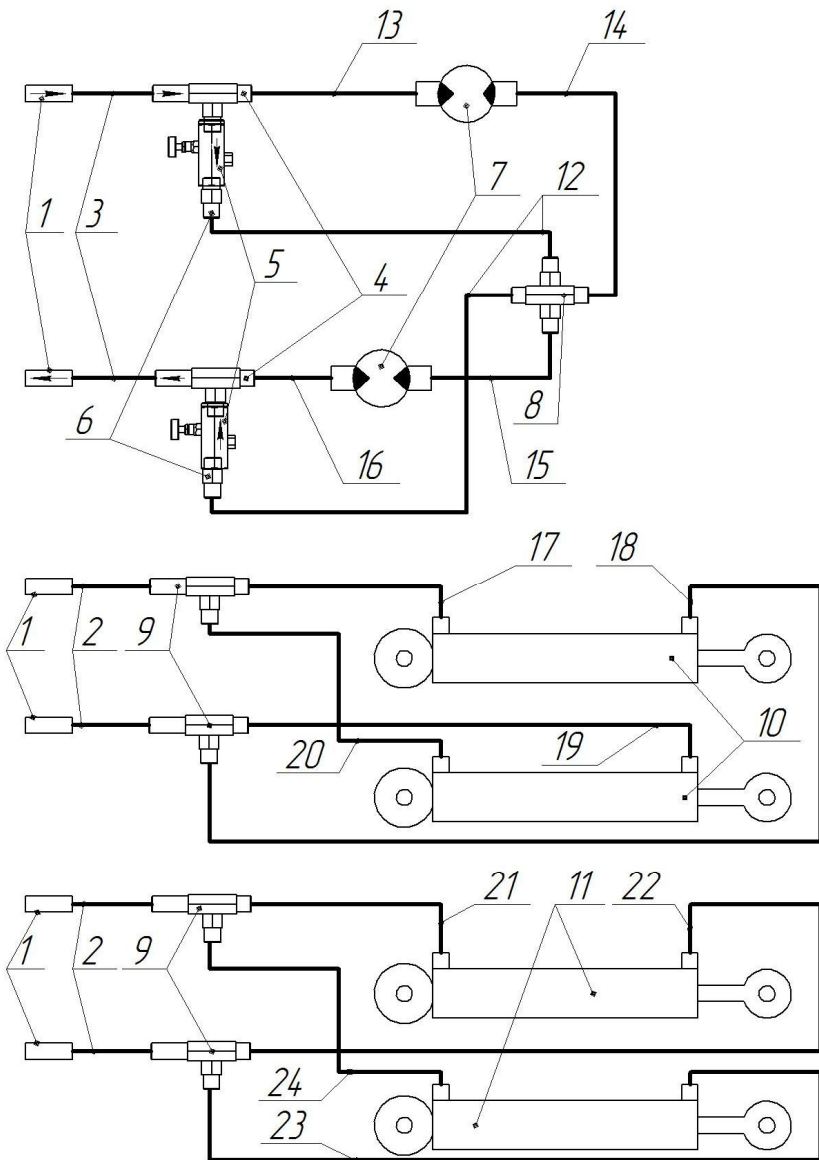

Рисунок 3 – Схема гидросистемы транспортёра ТПУ
3.4 Приёмный транспортёр представляет собой ленточный транспортёр длиной 4,8м с приводом от гидромотора 12. Скорость перемещения ленты регулируется регулятором расхода (см. рис.3). С обеих сторон транспортёр имеет ограждение 13. Регулировка натяжения ленты осуществляется при помощи двух регулировочных винтов 14, размещённых со стороны ведомого вала. Транспортёр крепится к раме пи помощи хомутов 15.
ленты регулируется регулятором расхода (см. рис.3). Натяжение ленты регулируется натяжным устройством 20. Необходимое положение ленты обеспечивается при помощи направляющих 21 и поддерживающих 22 катков. Каждая секция с обеих сторон имеет ограждение 23. Нижняя секция транспортёра крепится шарнирно в двух узлах к раме и опирается на два гидроцилиндра 8, также шарнирно закреплённых на раме. Управляя гидроцилиндрами, можно изменять наклон транспортёра или устанавливать транспортёр в транспортное положение. Промежуточная секция в двух узлах шарнирно крепится к нижней секции и опирается на два гидроцилиндра 7, шарнирно закреплённых на нижней секции. Управляя гидроцилиндрами, можно изменять наклон промежуточной и верхней секций или устанавливать их в транспортное положение. Верхняя секция в двух узлах шарнирно крепится к промежуточной секции и опирается на два талрепа 24 шарнирно закреплённых на нижней секции. Изменяя длину талрепов можно менять наклон верхней секции.
6.2.3 Заглушить двигатель трактора. Присоединить гидравлическую систему машины к гидросистеме трактора (см. рис. 3, 4, 5).
6.3.5 При необходимости отрегулировать частоту вращения гидромоторов при помощи регуляторов расхода (см. рис. 3, 4, 5).